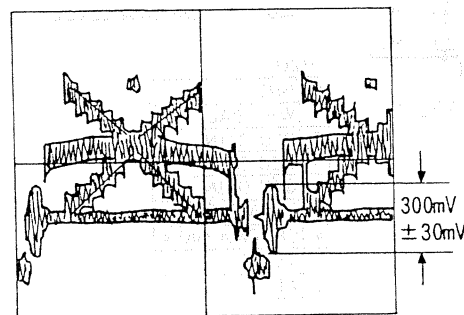

Fig. 4-10
13) Burst Level Confirmation (Figs. 4-10, 4-52)